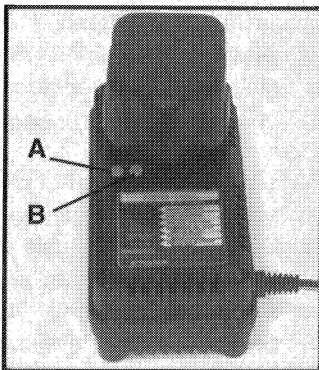

Fig. 3
Asegúrese de que el voltaje del circuito eléctrico sea igual al indicado en la placa de especificaciones del cargador. Conecte el cargador a la fuente de electricidad. El indicador verde (A) Fig. 3, debe iluminarse intermitentemente. Esto indica que el cargador está listo para cargar.
Ponga el paquete de batería arriba del cargador, y alinee la lengüeta del paquete de batería con la ranura del cargador. Meta el paquete de batería en el cargador (vea la Fig. 3). Presione ligeramente sobre el paquete de baterías para asentarlos dentro del cargador.
El indicador verde (A) Fig. 3, debe empezar a iluminarse continuamente para indicar que el paquete de batería está recibiendo una «Carga Rápida» (si la luz verde no se ilumina continuamente, o si el indicador rojo (B) Fig. 3 también empieza a iluminarse intermitentemente: vea DIAGNÓSTICOS). Después de aproximadamente una hora, el indicador de la «Carga Rápida» debe apagarse para indicar que el paquete de batería está completamente cargado y que el cargador le está dando una «Carga Lenta». Puede dejar el paquete de batería en «Carga Lenta» hasta que lo quiera usar.
El Cargador, Modelo 8621, viene con un sistema diagnóstico que revisa automáticamente el paquete de batería cada vez que el paquete se mete en el cargador. Si no encuentra problemas, el cargador empezará automáticamente la «Carga Rápida» como está indicado en la sección anterior de PARA CARGAR NORMALMENTE. Si encuentra un problema, lo indicará usando las luces indicadoras (vea la Fig. 3) según lo siguiente: